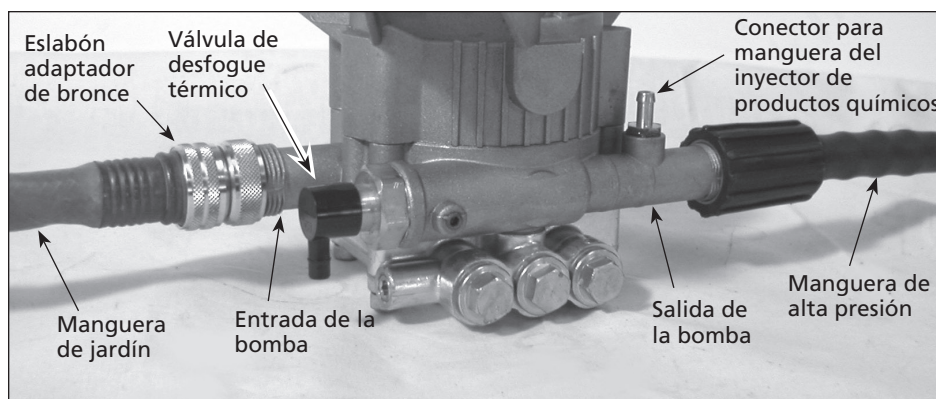

Figura 2 - Conexión de la bomba
1. Conecte el tubo de plástico transparente al conector dentado de la bomba (ver Figura 2 en la página 21).
2. **Adaptador giratorio de bronce** (vea la Figura 2). Si ya no está conectado a la entrada de la bomba, arme el eslabón adaptador y conéctelo a la entrada de la bomba (Figura 3 y Figura 4). Asegúrese de conectar el lado correcto del eslabón adaptador a la bomba.